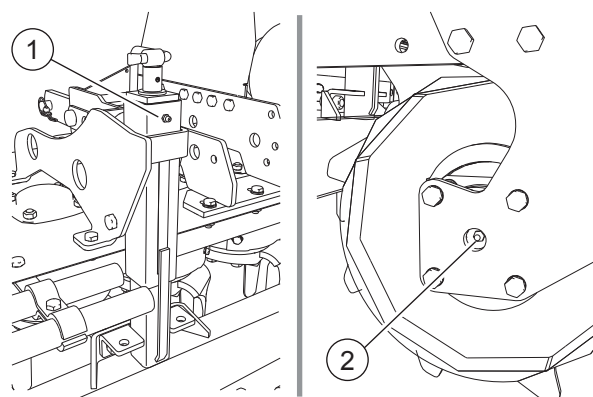

FIG. 43
- Ingrassatore su martinetti a vite (1, “Fig. 43”).
- Ingrassatore supporto rullo (2).